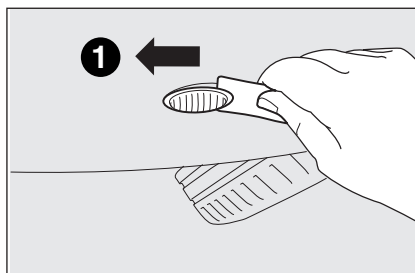

fig. 16a
- ☐ hacer palanca en el transparente actuando inicialmente desde la parte delantera hacia la parte trasera (1-fig. 16a);